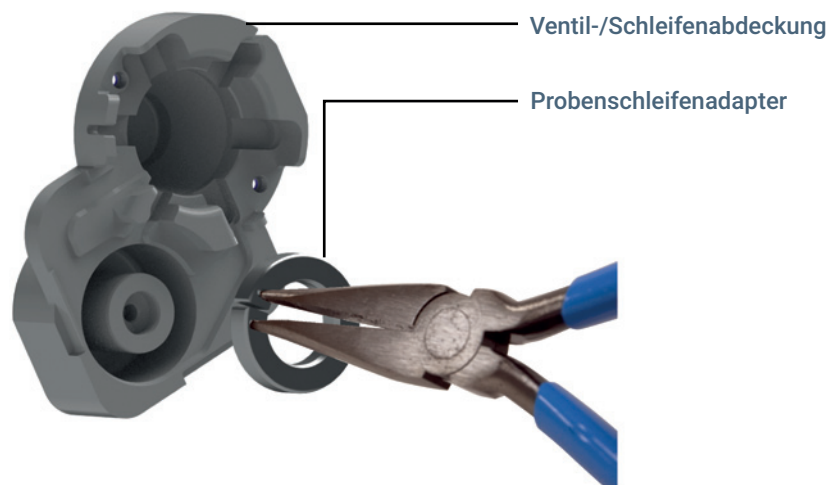

Abb.22. Entnahme eines Probenschleifenadapters (G4556-20178 gezeigt) von der Ventil-/Schleifenabdeckung
- a Greifen Sie den Probenschleifenadapter mit der Spitzzange an den in **Abbildung 22** gezeigten Stellen.
- b Kneifen Sie die Spitzzange zusammen und ziehen Sie behutsam den Probenschleifenadapter aus dem Block oder der Abdeckung, wie in **Abbildung 22** gezeigt.